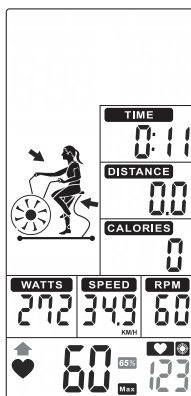

FIGURA 47
- Cuando la frecuencia cardíaca descienda por debajo del 65%, y **65%** el valor parpadeará. Y el zumbador suena cada 10 segundos hasta que la FC del usuario supera el 65% (Figura 47).